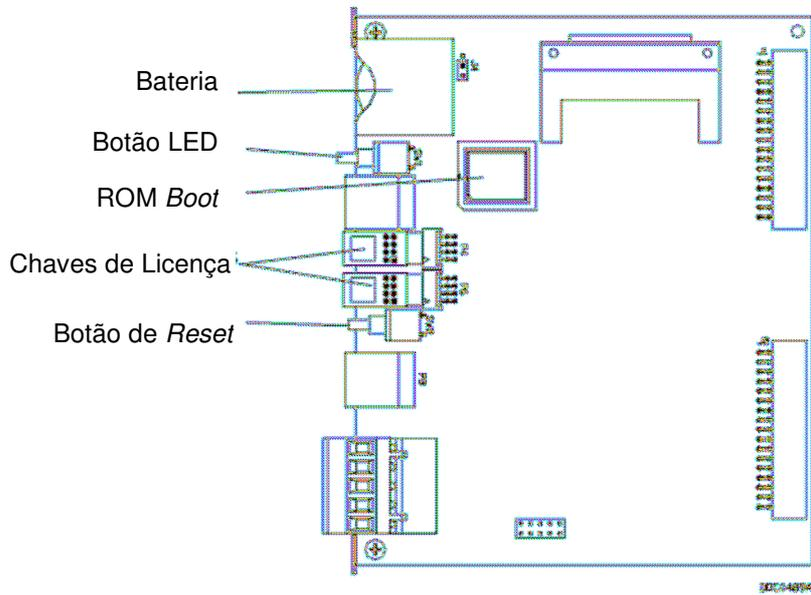

Figura 2-5. Conectores da CPU
4. Coloque uma pequena chave de fenda sob o *clip* ejetor no topo ou na base do módulo CPU e remova delicadamente o módulo CPU de sua base. Você pode encontrá-la facilmente pressionando cuidadosamente no topo onde há um pequeno *clip* ejetor, então pressione cuidadosamente o botão ejetor. Conforme mostra a Figura 2-5. Você sentirá e ouvirá a CPU desengatar da placa mãe.
4. Aperte os dois parafusos na placa de face do módulo da CPU firmemente. Conforme mostra a Figura 2-5.
5. Coloque a Chave de Licença em um terminal *slot* apropriado P4 ou P6 na CPU. Conforme mostra a Figura 2-5.
5. Remova a Chave de Licença do terminal slot apropriado P4 ou P6 na CPU. Conforme mostra a Figura 2-5.